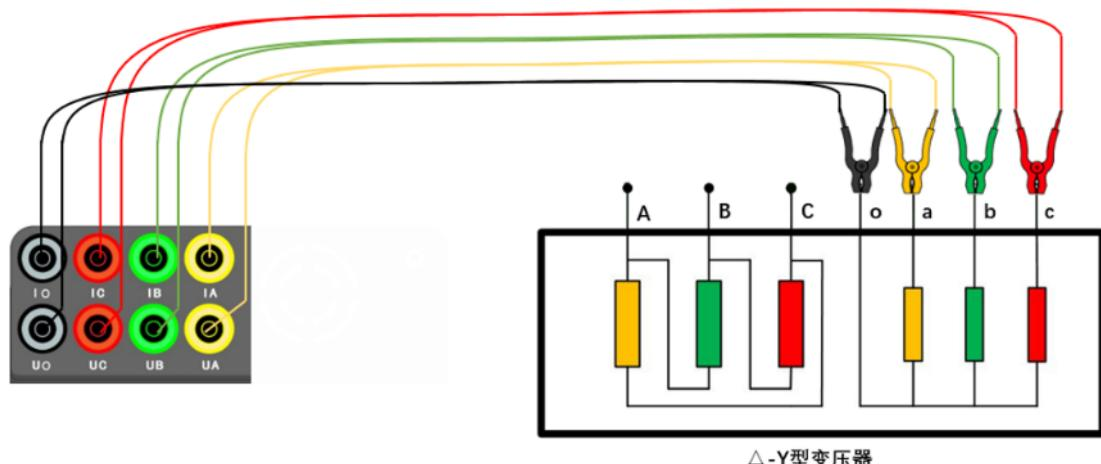

图 5 Y 型模式测量法接线图
- 1) **Y型逐相:** 接线方法参考图 5。对于 Y型逐相模式, 仪器会对 AO、BO、CO 逐相充磁、测量和能量回收, 单相能量回收完成后开启下一相充磁和测量;
- 1) 按照图 5 所示进行接线: